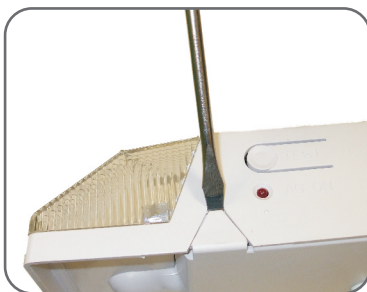
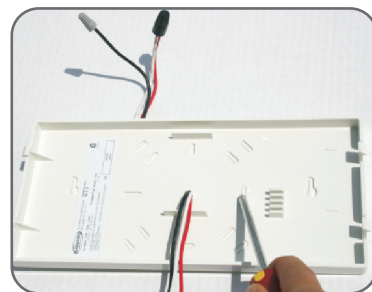

FIG. 1
FIG. 2
2. Remove the backplate (Figure 1). Unit is supplied with universal spider knockouts and keyhole slots stamped into the back of the cabinet. Knock out the appropriate hole(s) (Figure 2) and install the backplate on the wall, over the junction box using appropriate screws (not supplied).
2. Retirer la plaque de fond (figure 1). L'unité offre des débouchures de distribution universelles et des fentes en trou de serrure estampées au dos du cabinet. Défoncer le(s) trou(s) approprié(s) (figure 2) et installer la plaque de fond sur le mur, sur la boîte de jonction avec les vis appropriées (non incluses).